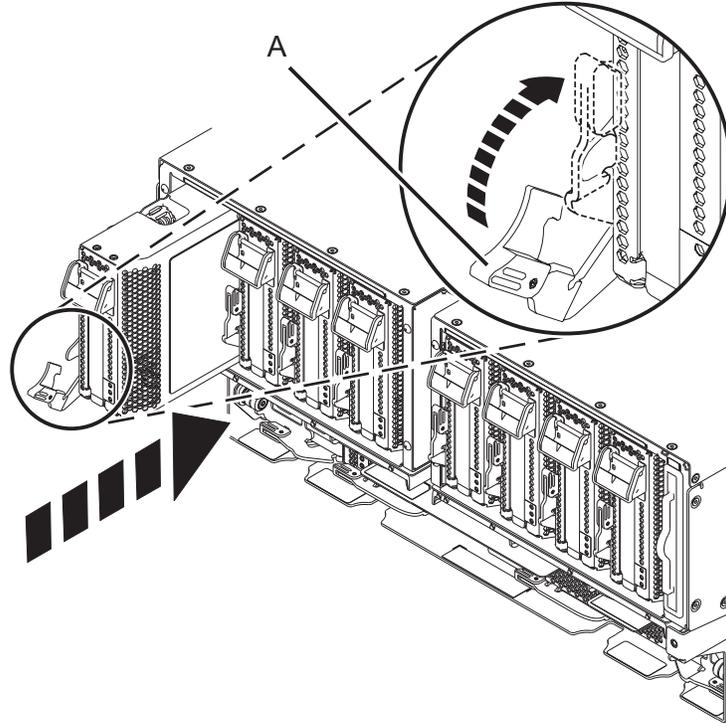

Figura 45. Instalar uma cassetagem do adaptador PCIe no sistema
- a. Com a pega da cassette (**A**) na posição de aberto, segure no adaptador com cuidado pelas extremidades e, em seguida, alinhe a cassette do adaptador com a ranhura. Consulte Figura 45 na página 45.
- c. Quando a cassette estiver totalmente inserida na ranhura, rode a pega terracota da cassette (**A**) na direcção mostrada na Figura 45 na página 45, para bloquear a cassette do adaptador na ranhura.